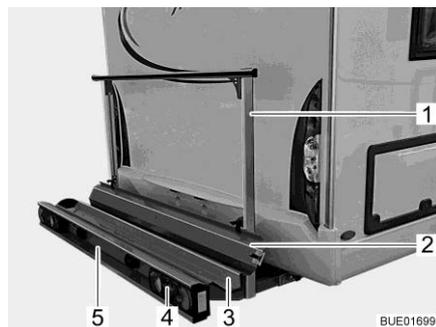
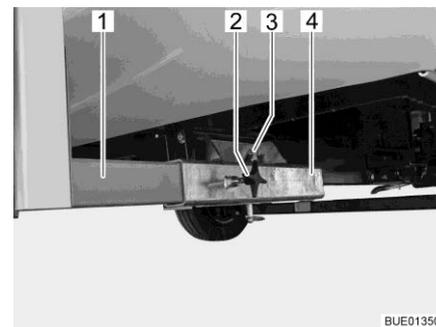

Fig. 4 Porte-charge
Fig. 5 Fixation sur le véhicule
Le porte-charge (Fig. 4) permet de transporter une moto ou un scooter d'un poids allant jusqu'à 130 kg.
- Réceptacle (Fig. 4,3) et étrier de fixation (Fig. 4,1) avec fixation sur le véhicule (Fig. 5)
- Feux arrières (Fig. 4,4)
- Éclairage plaque minéralogique (Fig. 4,5)
- Rail d'accès (Fig. 4,2)
Les deux longerons (Fig. 5,1) du porte-charge sont fixés avec des vis à garet (Fig. 5,2) sur les réceptions quatre pans (Fig. 5,4) situées sur le plancher du véhicule. Le porte-charge est bloqué par un boulon (Fig. 5,3) avec circlip.